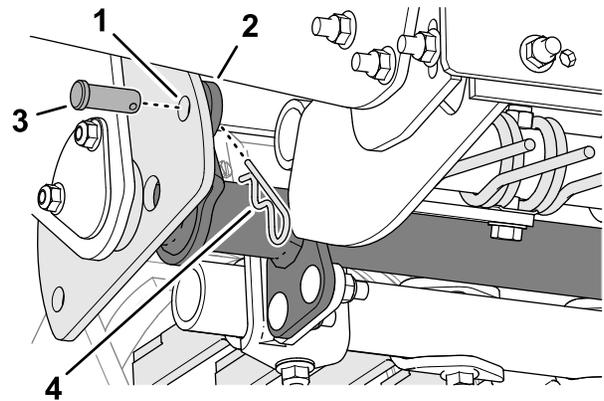

図 38
6. マルチツールアームの穴を角度選択プレートの穴に合わせる 図 38。